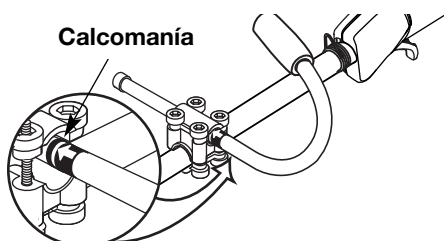

Fig. 3
2. Mientras sostiene las tres piezas juntas, instale los cuatro (4) tornillos a través de la abrazadera superior en la abrazadera media.
5. Deslice la manija en J hacia dentro o hacia fuera hasta que la flecha o línea blanca de la calcomanía toque el ensamble de abrazaderas (Fig. 3).